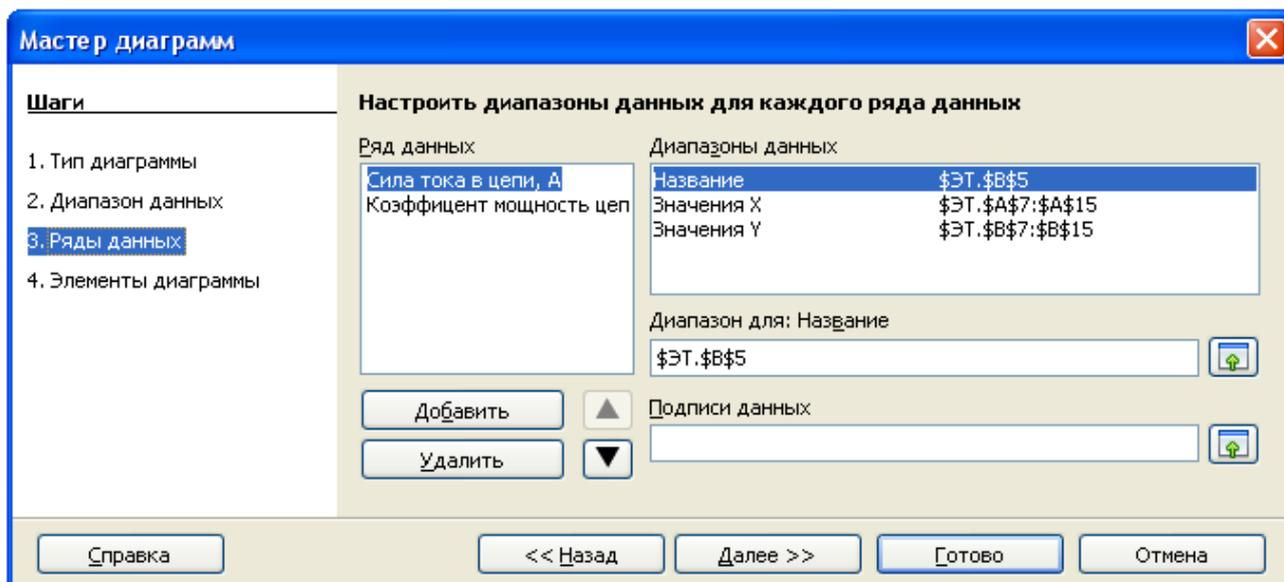

Рис. 2.7. Настройка рядов данных
5. В окне третьего шага **Мастера диаграмм** (рис. 2.7) можно изменить исходный и/или добавить новый диапазон ряда данных, включая его подписи. Можно также изменить диапазон категорий. Щелкнуть по кнопке **Далее**.